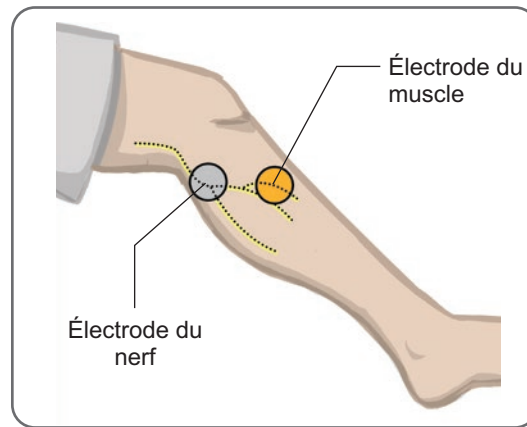

Figure 8-3 : Positionnement des électrodes sur le membre inférieur
8. Positionnez une électrode (l'électrode du nerf) sur le nerf sciatique poplité externe, en position distale et légèrement postérieure par rapport à la tête du péroné. Reportez-vous à la figure 8-3.